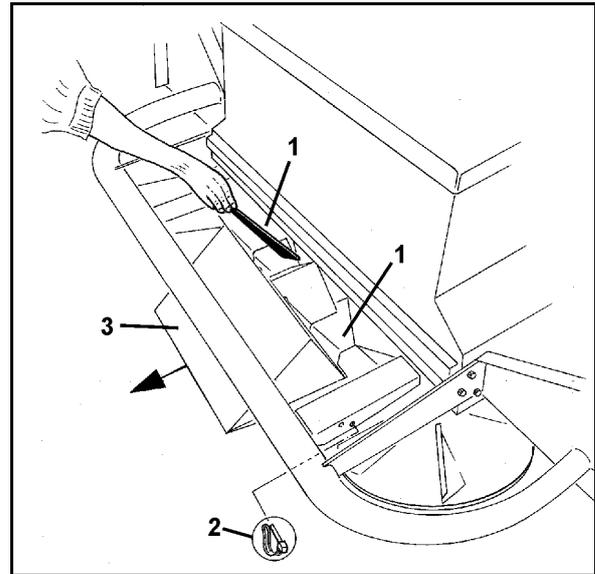

Fig. 96
Streugut kann sich in der Trichterrutsche festsetzen und die Auslauföffnungen (Fig. 96/1) verengen. Ein optimales Streubild wird nur erreicht, wenn beide Auslauföffnungen sauber sind. Deshalb sind die Auslauföffnungen vor jedem Einsatz des Großflächenstreuers, wie folgt zu kontrollieren und ggf. zu reinigen.
1. Trichterrutsche (Fig. 96/3) demontieren.
2. Auslauföffnungen der Trichterrutsche (Fig. 96/1) kontrollieren und ggf. säubern.
3. Trichterrutsche montieren und mit Klappstecker sichern (Fig. 96/2).